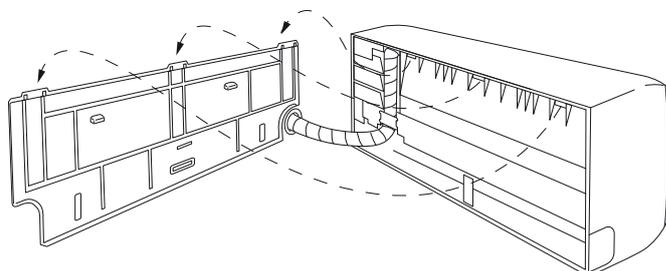

Fig. 3-25
- (2) Passer le câblage, la tuyauterie de réfrigérant et le tuyau de vidange par le trou du mur. Ajuster l'unité intérieure de manière qu'elle soit solidement positionnée sur le panneau arrière. (Fig. 3-25)
- (3) Plier soigneusement la tuyauterie (si besoin) pour l'acheminer le long du mur vers l'unité extérieure et utiliser du ruban adhésif jusqu'au raccordement. Le tuyau de vidange doit descendre le long du mur jusqu'au point où l'eau ne tachera pas le mur.